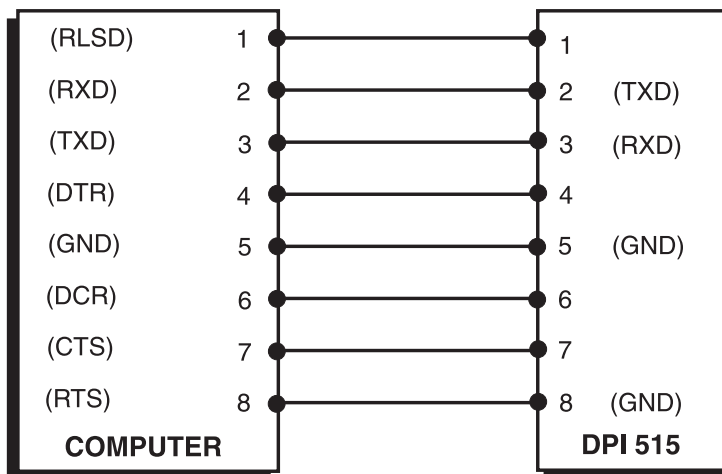

Figura 2-9, Collegamenti RS232 a 9 vie (Handshaking hardware)
- Collegare il cavo tra la porta di comunicazione del computer e la connessione RS232 D a 9 vie dello strumento, come indicato nella figura 2-9.